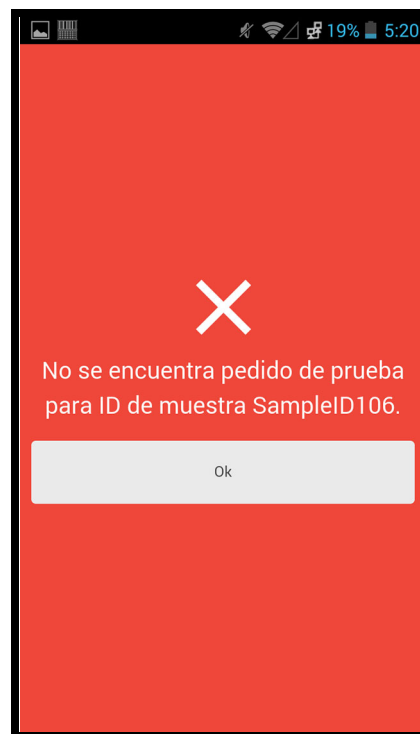

Figura 5-104. Pantalla de error del escáner Cepheid Link (Solicitud no encontrada (X roja))
- 3) Si no se encuentra una solicitud, se mostrará la pantalla de error (Solicitud no encontrada (X roja)) (consulte la figura 5-104). Toque el botón **Ok (Aceptar)** para regresar a la pantalla Scan Sample (Escanear muestra).
- 5) Si no se encuentra una solicitud, se mostrará la pantalla de error (Solicitud no encontrada (X roja)) (consulte la figura 5-104). Toque el botón **Ok (Aceptar)** para regresar a la pantalla Scan Sample (Escanear muestra).